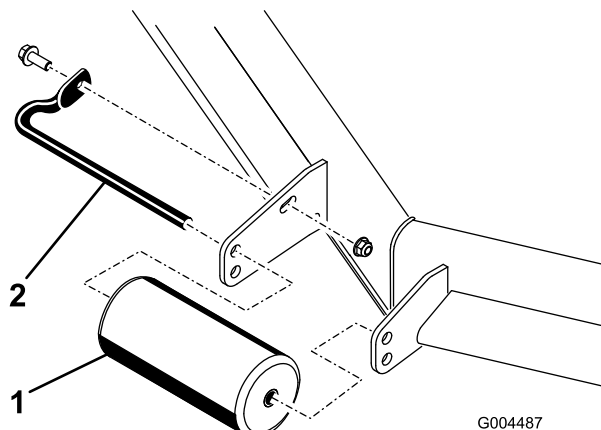
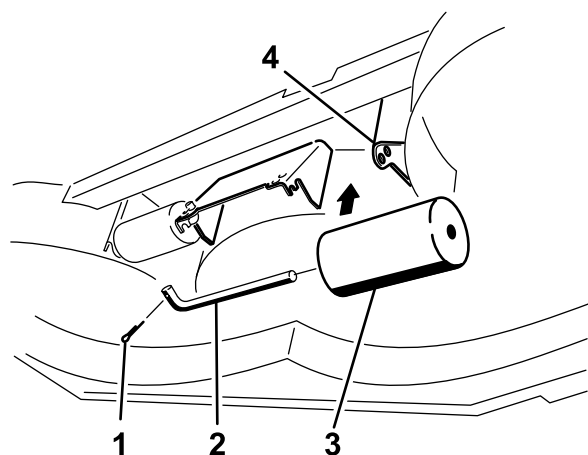

Figura 26
Figura 30
4. Retire los herrajes que fijan cada rodillo a la carcasa del cortacésped y mueva los rodillos hacia arriba o hacia abajo según sea necesario; consulte Figura 26 a Figura 30, según corresponda a su cortacésped.